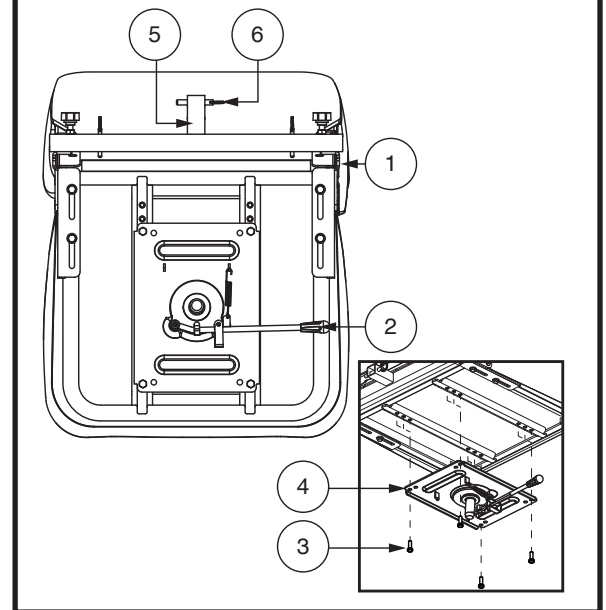

Figure 15. Réglage du siège
1. En fonction de votre type de siège, soit tirer vers le haut ou pousser vers l'avant le levier de rotation du siège afin de dégager le siège. **Voir la figure 15.**
Si votre scooter est équipé d'un siège à dossier inclinable, vous pouvez changer l'inclinaison du dossier avec le levier de réglage du dossier. **Voir la figure 15.**
3. Desserrez les quatre (4) boulons situés au bas du siège, en laissant la plaque du siège en place. **Voir la figure 15.**
6. Insérez et serrez quatre (4) boulons pour fixer le siège.
Le support d'accessoire monté à l'arrière vous permet d'attacher un accessoire personnel comme un panier, support pour marchette ou réservoir d'oxygène à l'arrière de votre scooter. Utiliser la goupille de verrouillage afin de bien fixer votre article au support d'accessoire. **Voir la figure 15.** Consultez votre détaillant autorisé pour plus de détails.